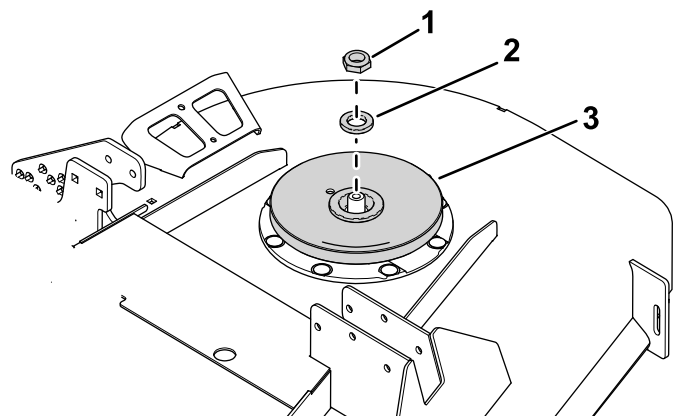

Figura 5
1. Rimuovete il dado e la rondella che fissano la puleggia della lama esistente all'albero del mandrino (Figura 5).
2. Rimuovete la puleggia (Figura 5).
3. Utilizzate il dado e la rondella per fissare la nuova puleggia all'albero del mandrino (Figura 5).